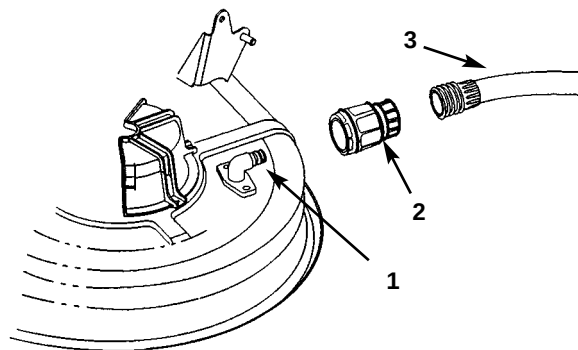

Fig. 54
2. Skru koblingen på enden af en haveslange, fastgør koblingen på klippeenhedens skyllefitting og luk op for vandet med højt vandtryk (Fig. 54).